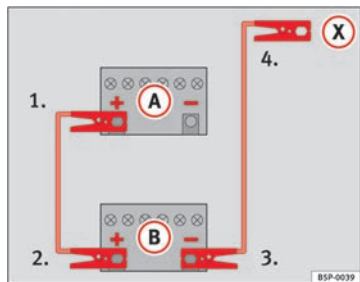

Abb. 241 Schema für das Anklemmen der Starthilfekabel
In der ⇒ Abb. 241 ist **(A)** die entladene Batterie und **(B)** die stromgebende Batterie.
- 1. Klemmen Sie ein Ende des roten Starthilfekabels an den Pluspol ⇒ Abb. 241 **(+)** des Fahrzeugs mit der entladene Batterie ⇒ ⚠.